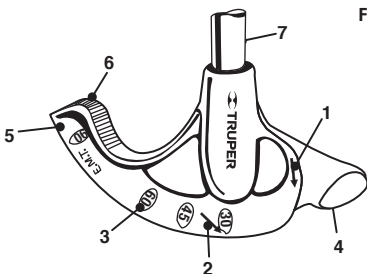

Figura 1
7. Maneral. Sirve para ejercer palanca en los dobleces a efectuar. El doblador de tubo conduit DOTU-50 se puede usar con un tubo roscado de 19 mm (3/4") de diámetro x 914 mm (36") de largo (no incluido) y los modelos DOTU-5075 y DOTU-75100 se pueden usar con un tubo de 25 mm (1") de diámetro x 1 067 mm (42") de largo (no incluido) (Figura 1)